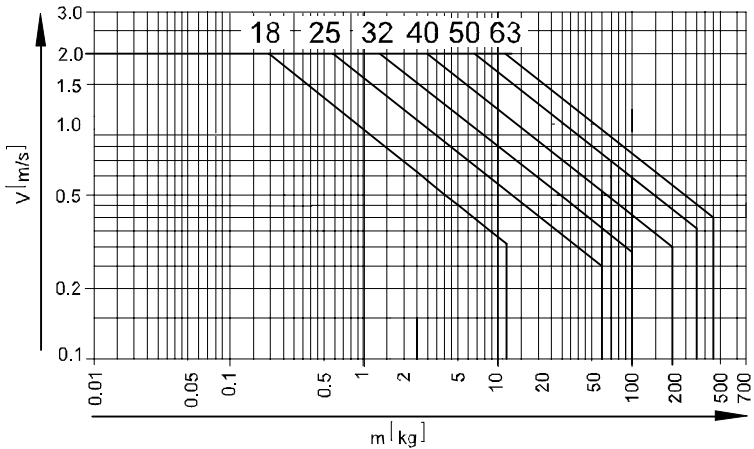

Fig. 22
Les courbes caractéristiques de la Fig. 22 s'appliquent à :
Sans dispositifs de réception externes, le dépassement des valeurs des masses et vitesses indiquées dans la Fig. 22 peut entraîner la détérioration du DGPI(L)-... .
- Vérifier si les charges du DGPI(L)-... sont toujours dans la plage admissible : voir chapitre Mise en service, Fig. 22).